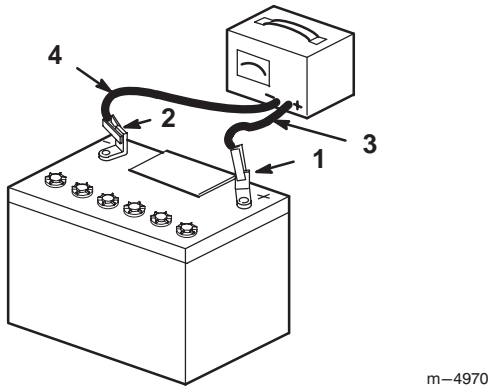

Figure 5
9. Quand la batterie est chargée au maximum, débranchez le chargeur de la prise, puis débranchez les fils du chargeur des bornes de la batterie (Fig. 5).